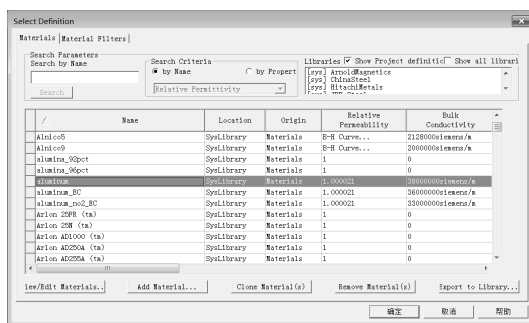

图 19-82 Select Definition 对话框
Step2：在如图 19-82 所示的 Select Definition 对话框中选择 Aluminum 材料并单击“确定”按钮，此时模型树中螺线管的上级菜单由 Not Assigned 变成 Aluminum，求解域默认为真空 Vacuum。